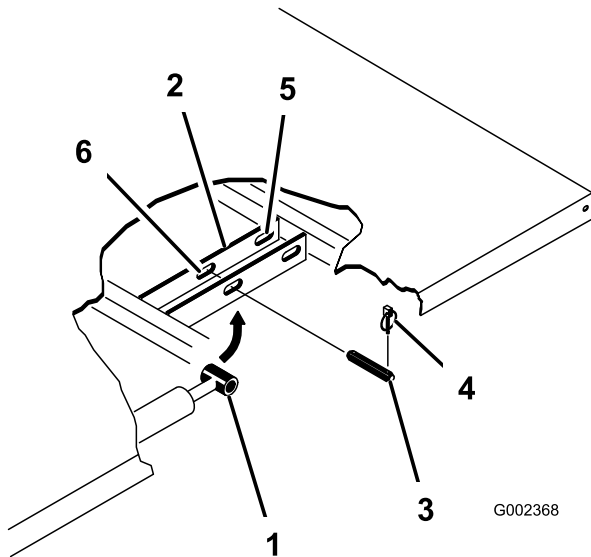

Bild 32
3. Nehmen Sie die Klappstecker von den äußeren Enden der Lastösenbolzen der Zylinderstange (Bild 32) ab.
4. Nehmen Sie die Lastösenbolzen ab, mit denen die Zylinderstangenenden an den Befestigungsplatten der Ladepritsche befestigt sind. Drücken Sie die Stifte hierfür nach innen (Bild 32).
5. Nehmen Sie die Klappstecker und die Lastösenbolzen ab, mit denen die Schwenkhalterungen an den Rahmenkanälen befestigt sind (Bild 32).